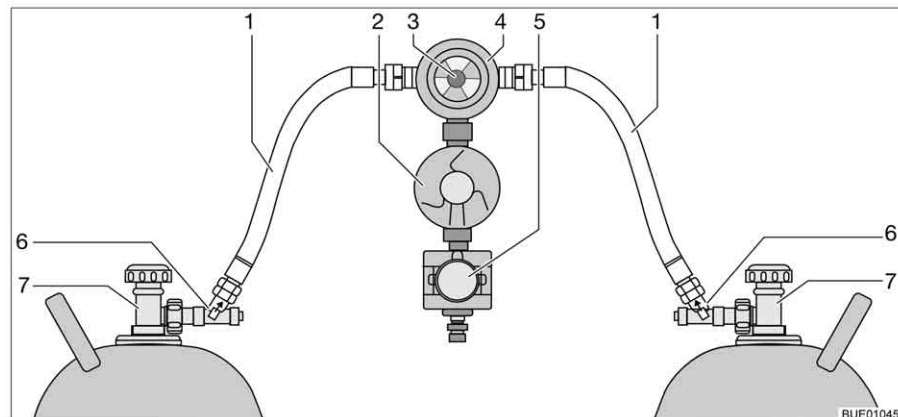

Fig. 160 Instalación de conmutación Crash-Protection-Unit
La Crash-Protection-Unit se compone de dos restrictores de desbloqueo manual (Fig. 160,6), una válvula selectora (Fig. 160,4) con regulador de presión (Fig. 160,2), una electroválvula (Fig. 160,5) y la unidad de mando con LED de tres colores. La válvula selectora está montada entre las dos gomas del gas (Fig. 160,1).
Con el botón giratorio (Fig. 160,3) en la válvula selectora se puede determinar cuál de las bombonas de gas se utilizará como bombona de servicio y cuál bombona de gas como bombona de reserva.
En la unidad de mando (Fig. 161) únicamente pueden conmutarse las funciones eléctricas. Las llaves de paso principales de las bombonas de gas (Fig. 160,7) y los desbloques (Fig. 160,6) deben abrirse a mano.
- Abrir las llaves de paso principales en las bombonas de gas (Fig. 160,7).
- Pulsar los desbloques (Fig. 160,6), uno tras otro, durante 10 segundos.
- Con el botón giratorio (Fig. 160,3) en la válvula selectora (Fig. 160,4), seleccionar la bombona de gas de la que habrá de tomarse el gas principalmente (bombona de servicio). Girar el botón giratorio siempre hasta el tope.
- Cerrar las llaves de paso principales en las bombonas de gas (Fig. 160,7).